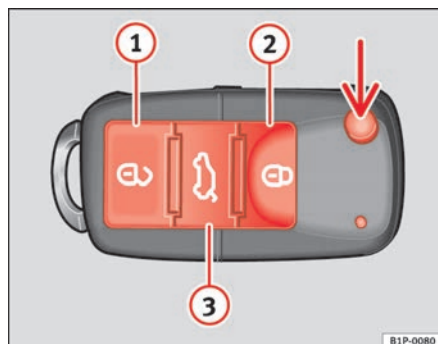

Fig. 64 Tasti della chiave con telecomando
Con il tasto $\Rightarrow$ fig. 64 (freccia) del telecomando, si sblocca lo scatto della chiave.
Sblocco del veicolo $\Rightarrow$ fig. 64 ①.
Chiusura del veicolo $\Rightarrow$ fig. 64 ②.
Sblocco portellone posteriore. Tenere premuto il tasto $\Rightarrow$ fig. 64 ③ fino a quando lampeggiano brevemente tutti gli indicatori di direzione. Nel premere il tasto di sblocco $\Rightarrow$ fig. 64 ③, si hanno 2 minuti per aprire il portellone. Una volta trascorso questo periodo si blocca di nuovo.
Inoltre, la spia della batteria della chiave $\Rightarrow$ fig. 64, lampeggia.
Premere una sola volta il tasto $\Rightarrow$ fig. 64 ①, per aprire la porta del conducente, le altre porte rimarranno chiuse.
⇒ pag. 103, fig. 64 .
- Chiudere il veicolo con la chiave con telecomando ⇒ pag. 103, fig. 64 dalla serratura della porta del guidatore.